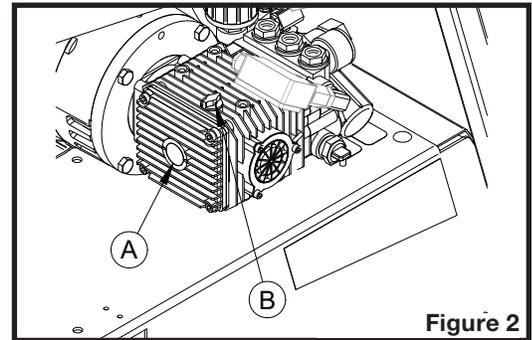

Figure 2
2. Vérifier le niveau d'huile de la pompe. La pompe doit être au niveau. Le niveau d'huile doit être au milieu du voyant transparent (A sur la figure 2) ou visible sur la jauge (B sur la figure 2).